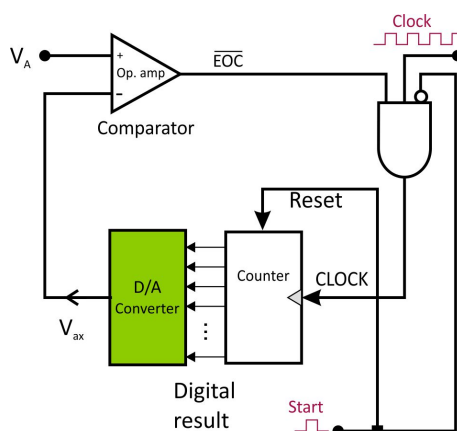

Figure 7: ADC simple rampe
- L'ADC simple rampe (Figure 7): simple et précis, mais lent...
- **L'ADC à pesées successives (SA) (Figure 7)**: le passe-partout.